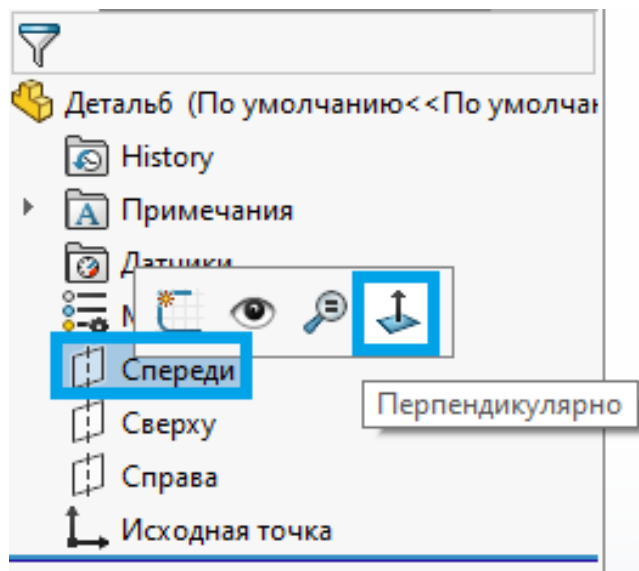

Рис. 3. Выбор поверхности для создания эскиза
4. Далее можно приступить к построению модели. В первую очередь необходимо создать эскиз, для этого нажимаем левой кнопкой мыши (ЛКМ) на вид **Спереди** (находящийся в дереве построения) и ориентируем его **Перпендикулярно** (рис. 3).